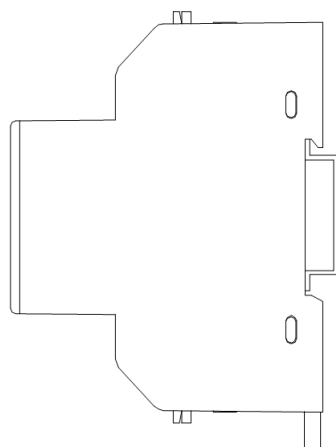
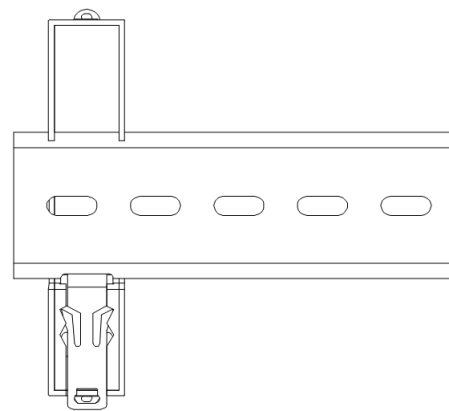

Figura 2:Colocar el equipo en el carril DIN.
Figura 3: Instalar el equipo en el DIN.
- 3.- Colocar el equipo en el carril DIN tal y como se muestra en la **Figura 2**, Empujar hacia arriba el clip para fijar el **CEM-C12c** en el carril DIN, ver **Figura 3**.